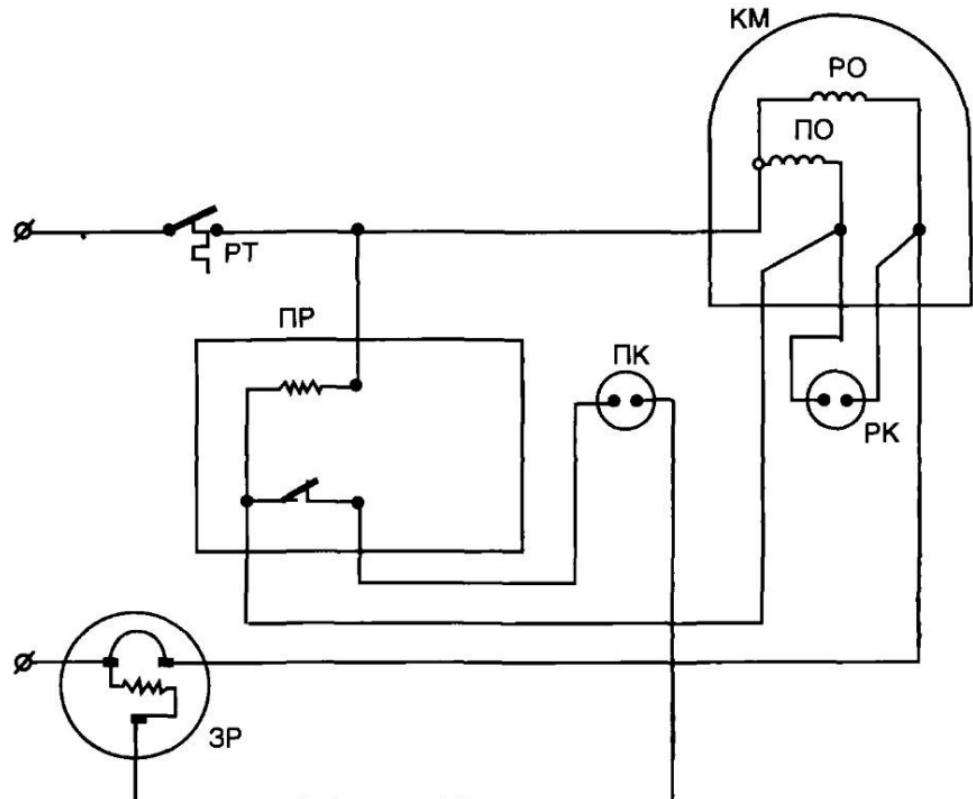

Рис. 129. Электросхема для затрудненного пуска герметичного однофазного компрессора:
13.4.14. Восстанавливают соединения всей проводки. Присоединяют отрезки провода длиной 150 мм к каждой клемме пускового конденсатора емкостью 130 мкФ. Касаются свободным концом одного провода точки 4 (клемма пусковой обмотки двигателя), а другого провода — точки 5 (клемма рабочей обмотки). Включают ток. Если компрессор запускается немедленно, отсоединяют оба провода от точек 4 и 5. Если компрессор продолжает работать, необходимо использовать электросхему для затрудненного пуска (рис. 129). Если компрессор не включается или перестает работать при отсоединении проводов, продолжают проверку.
13.5.12. Восстанавливают соединения всей проводки. Присоединяют отрезок провода длиной 150 мм к каждой клемме рабочего конденсатора емкостью 130 мкФ. Касаются свободным концом одного провода точки 4 (клемма пусковой обмотки), а другого провода — точки 5 (клемма рабочей обмотки). Включают ток. Если компрессор запускается немедленно, отсоединяют оба провода от точек 4 и 5. Если компрессор продолжает работать, необходимо использовать электросхему для затрудненного пуска (см. рис. 129). Если компрессор не включается или перестает работать при отсоединении проводов, продолжают проверку.
13.6.13. Восстанавливают соединения всей проводки. Присоединяют отрезок провода длиной 150 мм к каждой клемме рабочего конденсатора емкостью 130 мкФ. Касаются свободным концом одного провода точки 6 (клемма пусковой обмотки), а другого провода — точки 7 (клемма рабочей обмотки). Включают ток. Если компрессор запускается сразу, то отсоединяют оба провода от точек 6 и 7. Если компрессор продолжает работать, необходимо использовать электросхему для затрудненного пуска (см. рис. 129). Если компрессор не включается или перестает работать при отсоединении проводов, продолжают проверку.